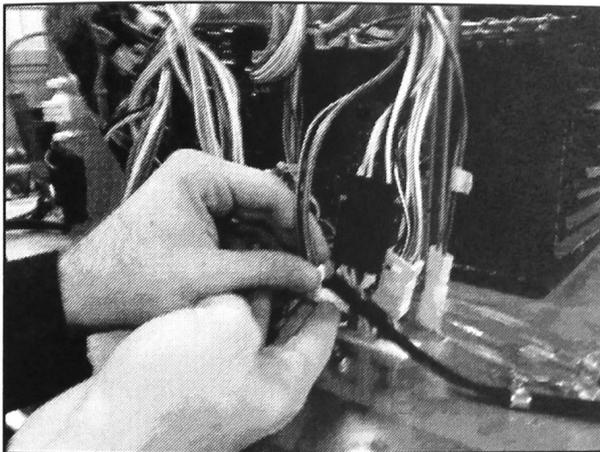

FIGURE 8
10. Débrancher les trois connecteurs du compartiment de réfrigération qui traversent l'orifice de passage de droite. Voir Figure 8.